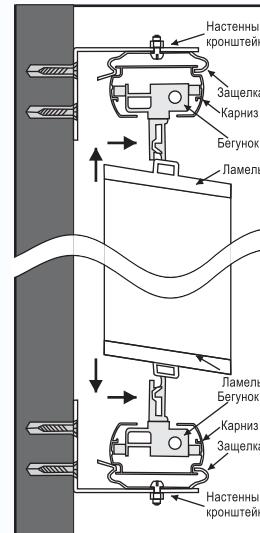

рис.2
2. Установите ламели сверху и снизу в ламелодержатели к бегункам (рис.2).